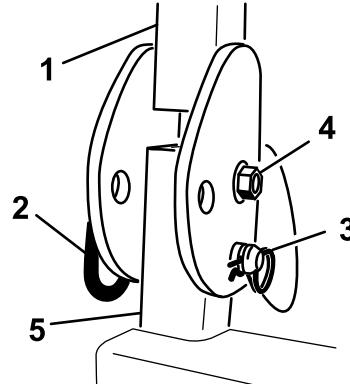

Figure 92
3. Retirez le boulon, l'écrou, la goupille fendue et la goupille qui fixent le système ROPS sur les montants (Figure 92). Déposez le système ROPS.